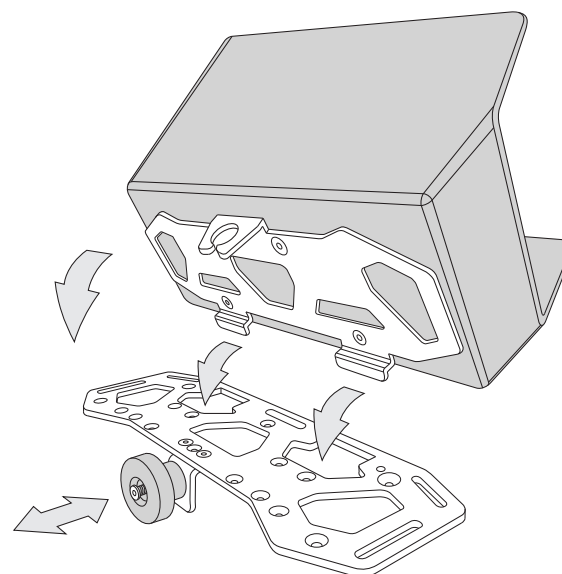

Ilustración 14: Fijación de la cesta descubierta al portacarga
4. Fije la cesta de almacenaje descubierta al portacarga utilizando el soporte de desmontaje rápido, tal y como se muestra en la **Ilustración 14**.